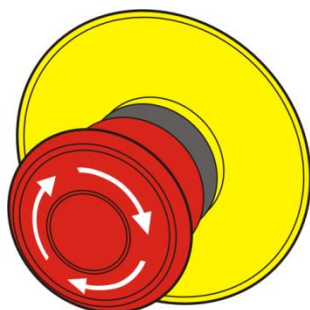

Abb. 38: Not-Aus-Taster
- 5 Not-Aus-Taster durch Drehen (Abb. 38) doppelt entriegeln.